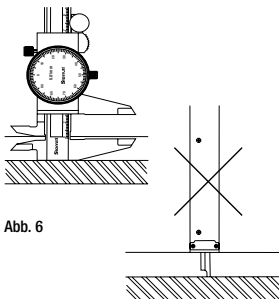

Abb. 6
- **Nockenmessungen:** Die Maßschenkel etwas weiter als die Nockenbreite öffnen und die Oberseite an der Nockenunterseite ansetzen. Die Referenzfläche (11) zur Teiloberfläche verschieben (Abb. 6).